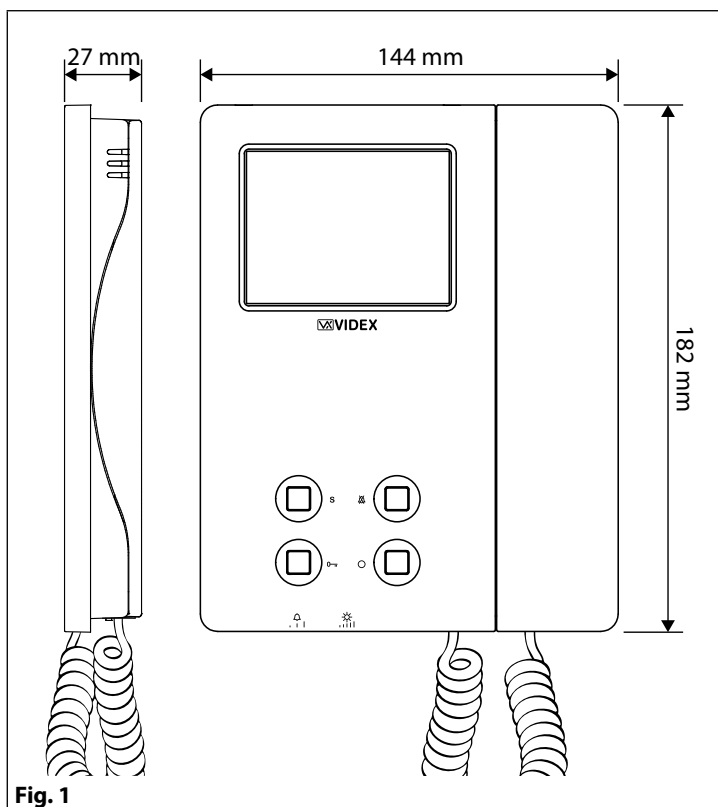

Fig. 1
1. Per installare il videocitofono è necessario aprirlo separando la base dal coperchio che ospita tutta l'elettronica dello stesso: scollegare la cornetta dal videocitofono rimuovendo il relativo plug quindi inserire la punta di un giravite piatto da 5.5mm nella clip (A) dopodiché ruotare in senso orario fino a che non si udirà un "CLICK!". Ripetere la stessa operazione con l'altra clip come mostrato in Fig. 1.